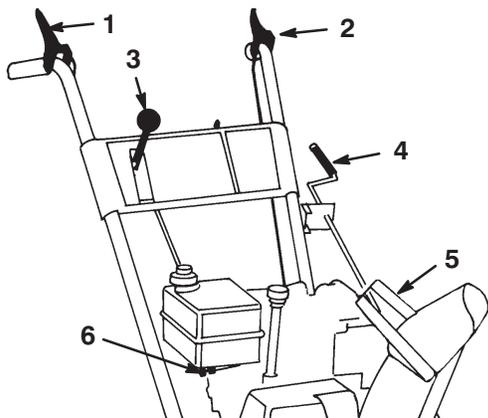

Bild 14
- **Betätigungshebel für Schnecken-/Gebläseradantrieb** (Bild 14) – Drücken Sie, um Schnecke und Gebläse zu aktivieren, den Hebel gegen den rechten Handgriff. Lassen Sie den Hebel zum Auskuppeln los.
- **Antriebshebel** (Bild 14) – Drücken Sie zur Betätigung des Antriebs (Radantrieb) den Hebel gegen den linken Griff. Lassen Sie den Hebel zum Auskuppeln los.
- **Schalthebel** (Bild 14) – Dieser Hebel hat sieben Stellungen: fünf Vorwärtsgänge und zwei Rückwärtsgänge. Stellen Sie den Hebel in die gewünschte Position, um die Gänge zu wechseln. Der Hebel rastet in jedem Gang in einer Kerbe ein. Bei schwerer Belastung kann der Schalthebel schwergängig sein.
- **Kurbel zum Verstellen der Position des Auswurfkanals** (Bild 14) – Drehen Sie die Kurbel im Uhrzeigersinn, um den Auswurfkanal nach links zu bewegen, und entgegen dem Uhrzeigersinn, um den Kanal nach rechts zu drehen.
- **Griff für Auswurfkanal-Ablenkblech** (Bild 14) – Bewegen Sie den Ablenkblechgriff nach vorne, um den Schneestrom nach unten zu richten, und nach hinten, um den Strom nach oben zu richten.
- **Kraftstoffhahn** (Bild 14) – Schließen Sie den Hahn, indem Sie ihn im Uhrzeigersinn drehen. Öffnen Sie den Kraftstoffhahn durch Drehen entgegen dem Uhrzeigersinn. Schließen Sie den Hahn, wenn die Schneefräse außer Betrieb genommen wird.
3. Lösen Sie den Fahrtriebshebel und den Betätigungshebel für Schnecke/Gebläserad (Bild 14).
11. Legen Sie den 1. Gang ein (Bild 14), drücken Sie den Fahrtriebshebel bis zum Handgriff und lassen ihn dann los. Wenn sich die Schneefräse vor dem Einschalten oder nach dem Loslassen des Fahrtriebshebels vorwärts bewegt, lesen Sie bitte Einstellen des Fahrtriebsriemens auf Seite 22.